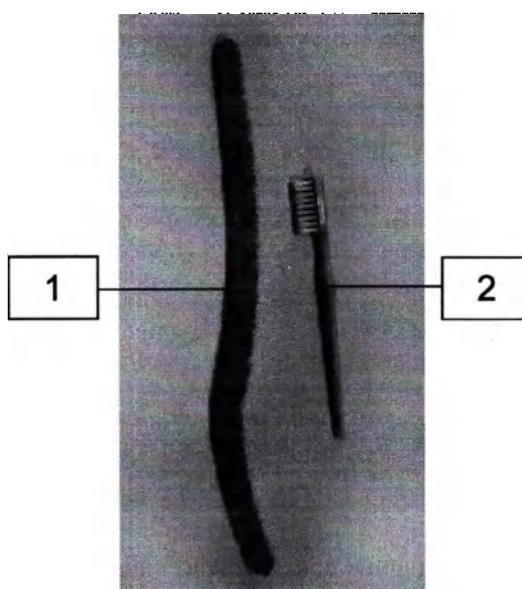

Рис. 17: Расходные материалы, используемые для очистки и дезинфекции.
- Одноразовые щетки 15 мм BRISTLE – STEM (Код: FLEX006, Clinipack) или аналогичные (поз. 1 на рис. 17).
- Зубная щетка или подходящая щетка для очистки хирургических инструментов (поз. 2 на рис. 17).